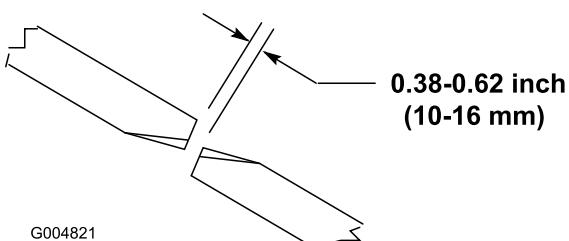

図 25
刈り込みデッキが適切に作動できるように、ウイング側と中央のブレードとの間に 1016mm の隙間を確保してください 図 25。
2. 中央のブレードとその隣のウイングブレードを手で回してブレードの先端どうしを整列させる。先端から先端までの距離を測る。1016mm であれば適正である 図 25。